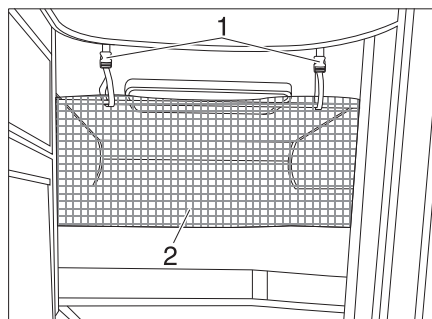

Fig. 157 Red de seguridad
La red de seguridad (Fig. 157, 2) viene de serie entre el colchón y el somier. Tender la red de seguridad cuando la persona ya se encuentre en la cama.
- Engatillar las cintas de sujeción (Fig. 157, 1) en los soportes en el techo.